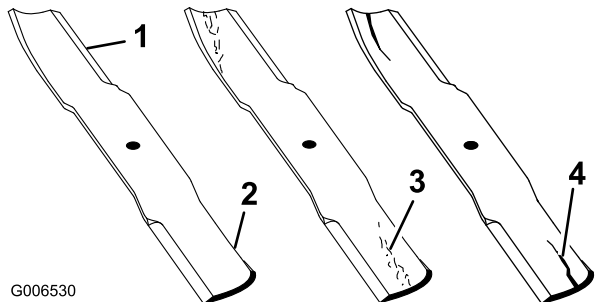

Figura 42
1. Inspeccione as extremidades de corte (Figura 42).
2. Inspeccione as lâminas, especialmente a área curva (Figura 42).
**Nota:** Se verificar quaisquer danos, desgaste, ou formação de ranhuras nesta área (item 3 em Figura 42), instale imediatamente uma lâmina nova.